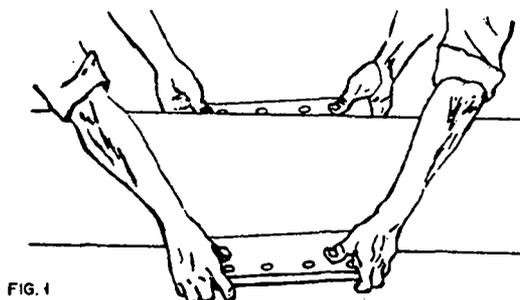

FIG. 1
- 4.º Passo – Monte a base da luva (fig.1).